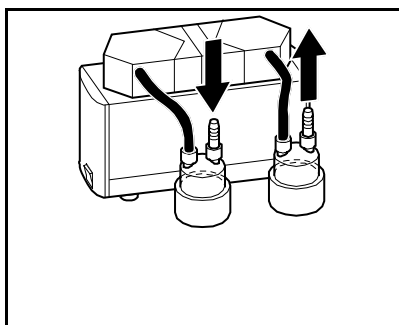

Fig. 14 : Raccordement système SR
2	Tuyaux (voir Fig. 14) <ul style="list-style-type: none"> ▪ Résistent au fluide utilisé ▪ Diamètre intérieur 10 mm ▪ Longueur : environ 150 mm
3. Raccorder les pièges à liquide (voir Fig. 14).